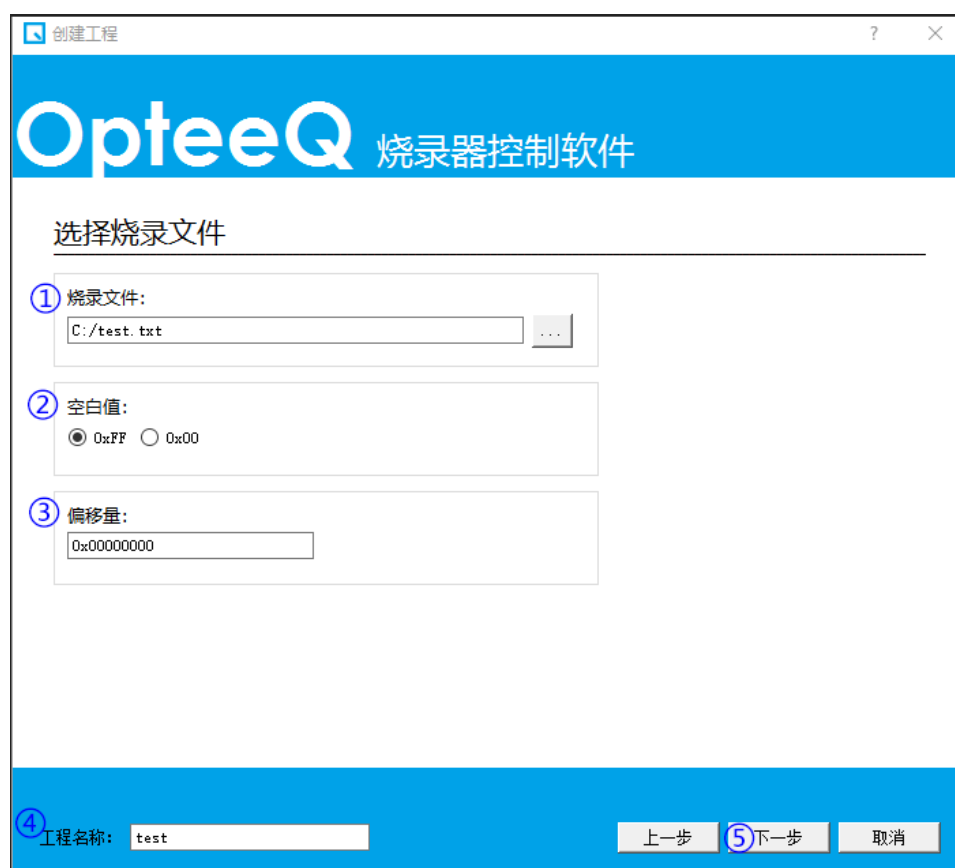

图4.13 创建工程界面，第3步
3) 第3步，选择烧录文件（如图4.13所示）。注意：不同芯片，创建工程的界面有所不同。
用户需要选择要烧录到目标芯片中的代码文件（如图4.13中①所示）。
之后需要设置烧录中空白部分的价值（如图4.13中②所示）。
以及偏移量的值（如图4.13中③所示）。
完成以上设置后，用户需要输入工程名称（如图4.13 中④所示）。
最后点击“下一步”按钮（如图4.13中⑤所示）。
注意：空白值（图4.13中②）和偏移量（图4.13中③）保持默认值就可以，也可以根据用户需要来更改。